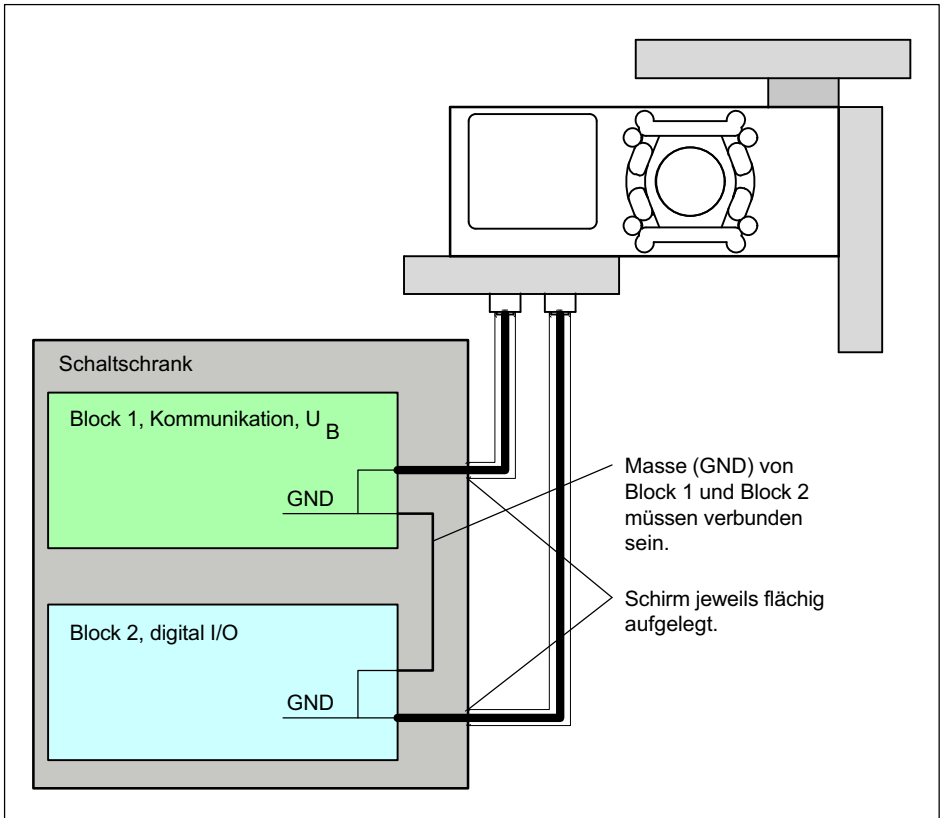

Abb. 7.2 Verbindung der GND-Potenziale bei Montage innerhalb eines Schaltschranks
2. Beide Funktionsblöcke befinden sich innerhalb eines Schaltschranks (Abb. 7.2).
Stellen Sie bei einer Montage aller Funktionsblöcke innerhalb eines Schaltschranks (Abb. 7.2 auf Seite 19) sicher, dass die GND-Potenziale der beiden Blöcke verbunden sind.